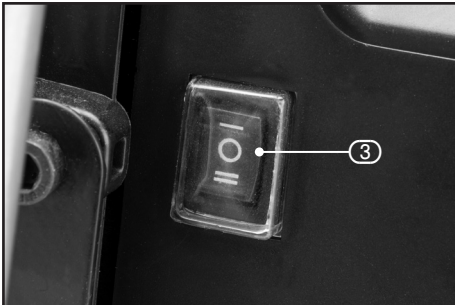

FIG.2
8.2 WORKLIGHT OPERATION – FIG. 2